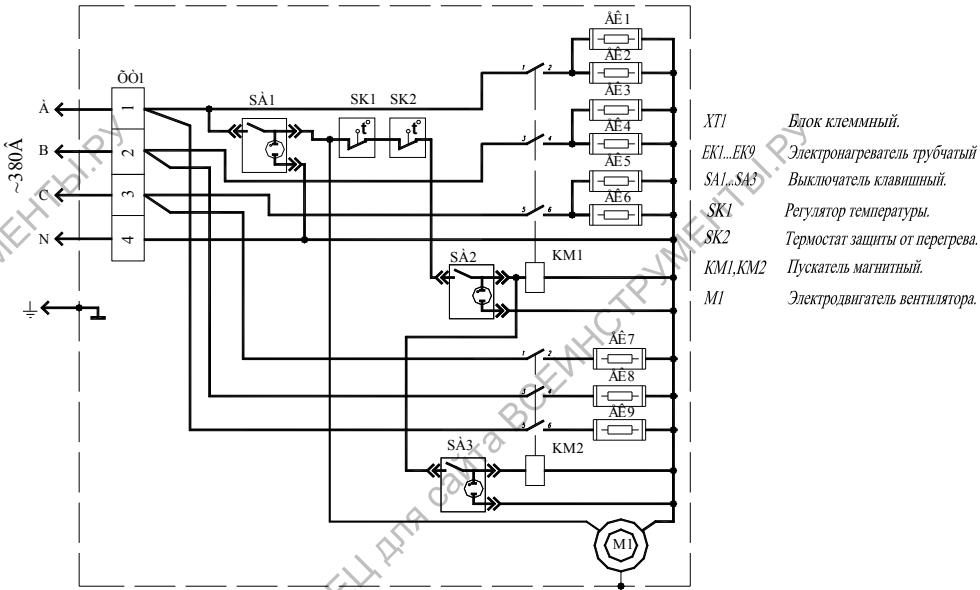

Рис.1 Калориферы КЭВ-12...16. Схема электрическая принципиальная.
- калорифер подключить к сети 380В в соответствии со схемой, приведённой на Рис.1 и настоящего руководства проводом сечением не менее 2,0мм² (для КЭВ-12), 3,0мм² (для КЭВ-16), 4,0мм² (для КЭВ-20);